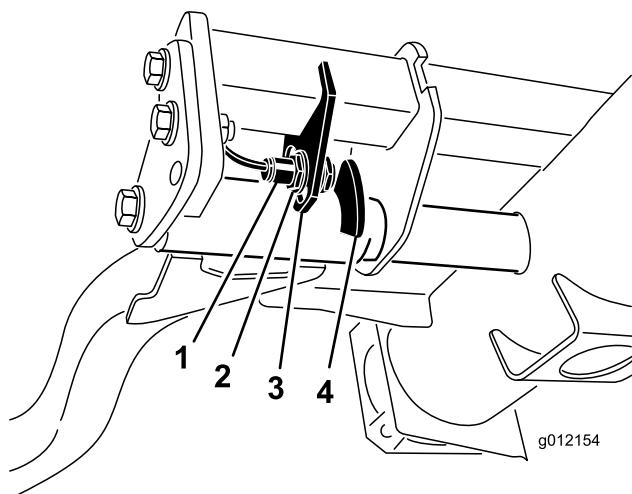

Bild 42
2. Der Hubarmschalter befindet sich unter dem Hydraulikbehälter hinter dem rechten vorderen Hubarm (Bild 42).
3. Lösen Sie die Befestigungsmutter des Schalters (Bild 42) und schieben Sie den Schalter im Einstellschlitz nach unten, um die Wendehöhe des Hubarms zu erhöhen, oder schieben Sie den Schalter im Einstellschlitz nach